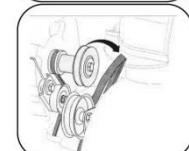

Figure 16
3. Déroulez (retirez) la courroie de charrue de la courroie du moteur. Reportez-vous à la Figure 16.